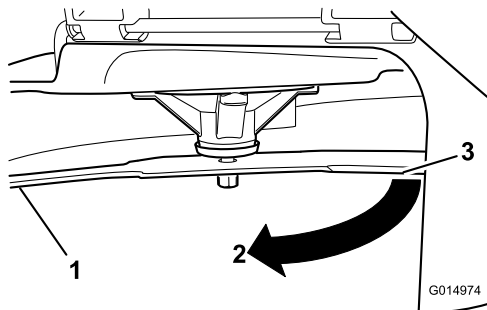

Figure 66
4. Tournez la même lame de 180 degrés pour amener l'autre tranchant à la même position (Figure 66).